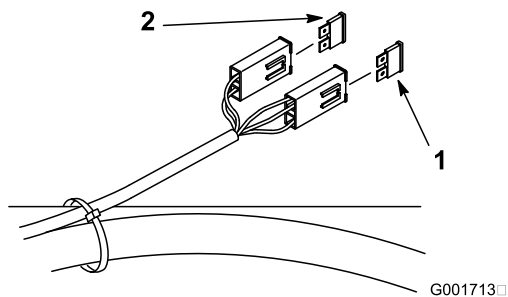

Figure 37
- Déverrouillez et soulevez le siège pour accéder au porte-fusibles (Figure 37).
- Remplacez le fusible (Figure 37).